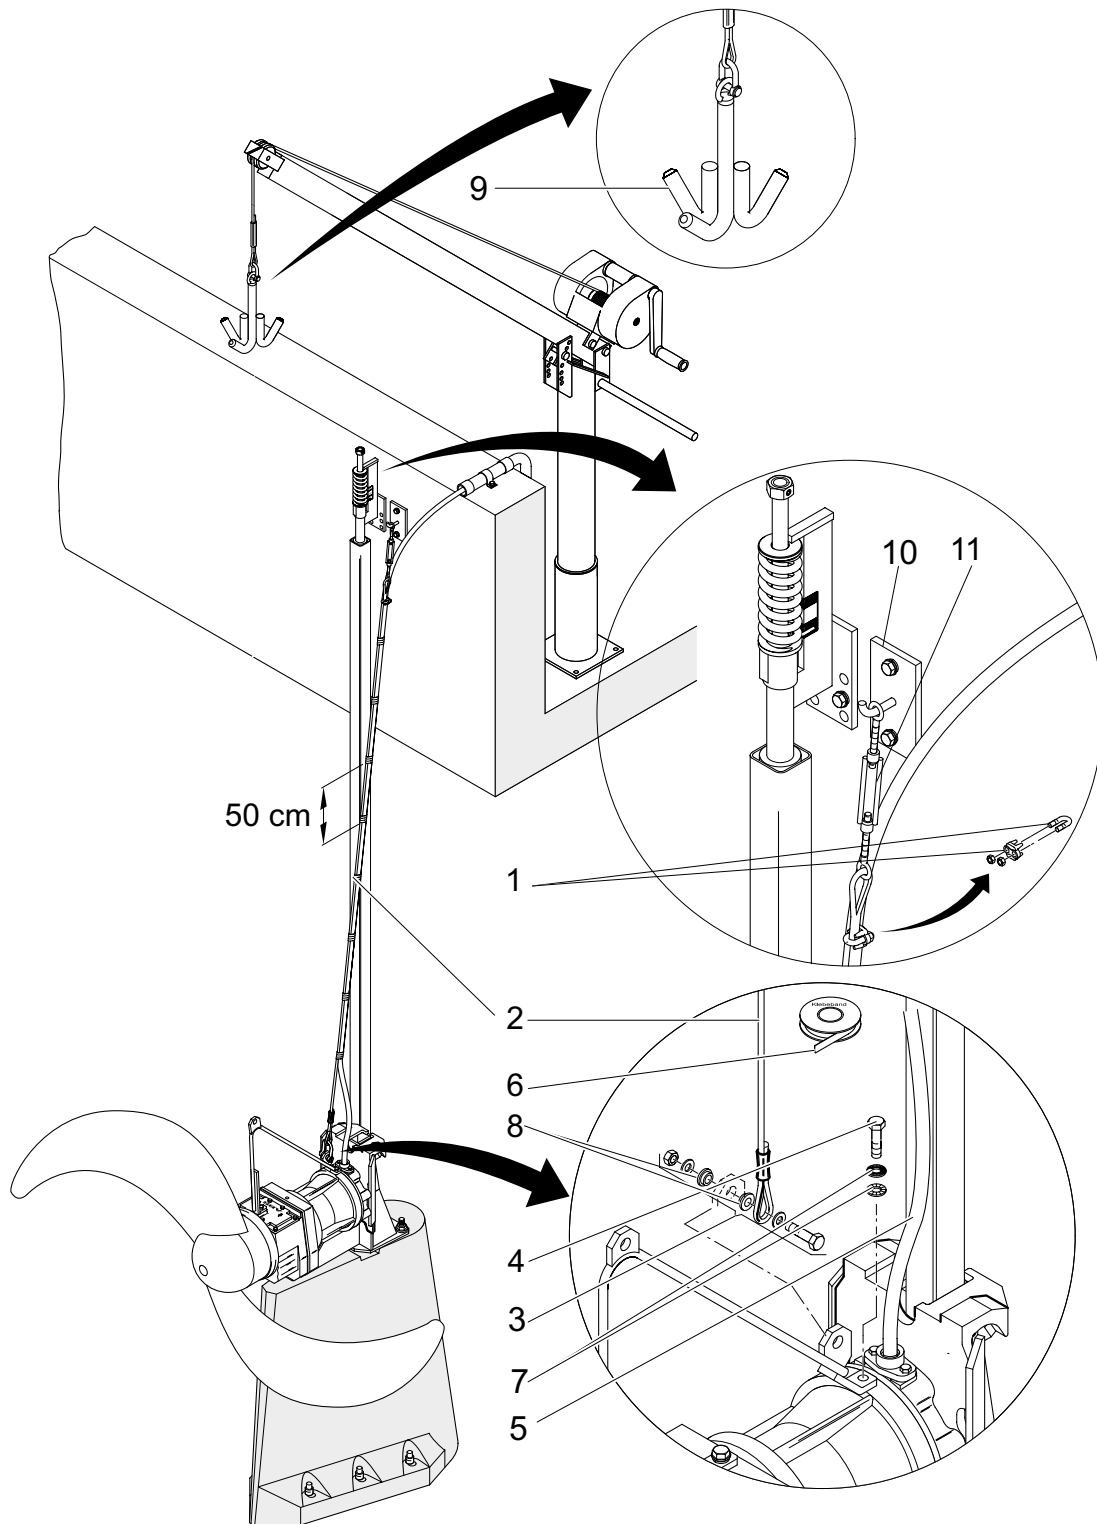

Figure 14 Installation de la corde de reprise d'effort
- Le câble de branchement du moteur est-il correctement relié au câble en acier inoxydable et est-il tendu de façon à éviter un balancement ou d'être happé par l'hélice ? (voir Fig. 14 dans le chapitre 5.6).